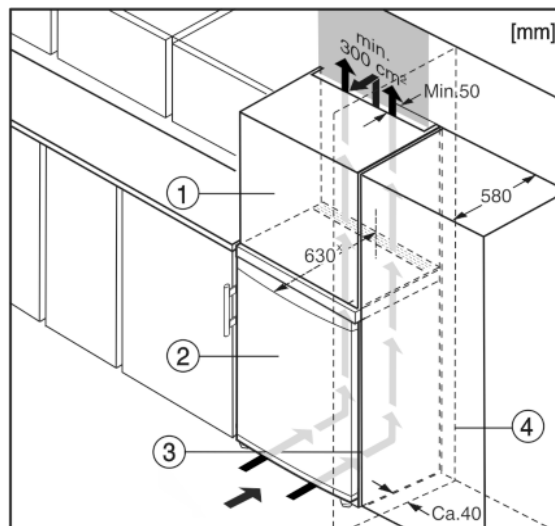

Fig. 10
- (1) Opbouwkast*
- (2) Apparaat*
- (3) Keukenkast*
- (4) Wand*
Het apparaat kan in keukenkasten worden ingebouwd. Om het apparaat Fig. 10 (2) aan de hoogte van het keukenblok aan te passen, kan boven het apparaat een opzetkast Fig. 10 (1) worden aangebracht.
Bij een ombouw met keukenkasten (diepte max. 580 mm) kan het apparaat direct naast de keukenkast Fig. 10 (3) worden geplaatst. Het apparaat staat aan de zijkant 34 mm * en in het midden van het apparaat 50 mm * tegenover de voorkant van de keukenkast.*
Wanneer het apparaat met de scharnieren naast een wand *Fig. 10 (4)* wordt geplaatst, moet de afstand tussen het apparaat en de wand minimaal 40 mm bedragen. Dit komt overeen met de uitsteekmaat van de handgreep bij geopende deur.*